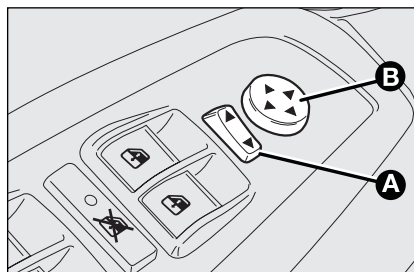

Рис. 35
- ☐ с помощью переключателя **A** (см. **рис. 35**) выберите зеркало (левое или правое);